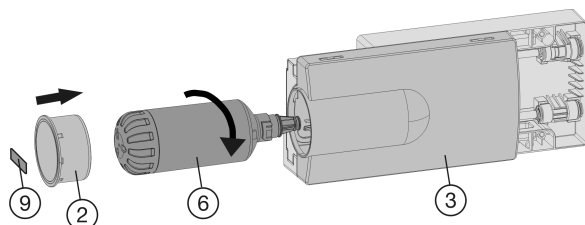

Fig. 40
- Coloque la tapa del cajón *Fig. 40 (3)*.
- Coloque el filtro de agua *Fig. 40 (6)* y gírelo unos 100° hacia la derecha hasta que haga tope.
- Introduzca la tapa del filtro *Fig. 40 (2)*.
- Anote la fecha de la próxima sustitución en la etiqueta adhesiva *Fig. 40 (9)* suministrada y pegue dicha etiqueta en el módulo.